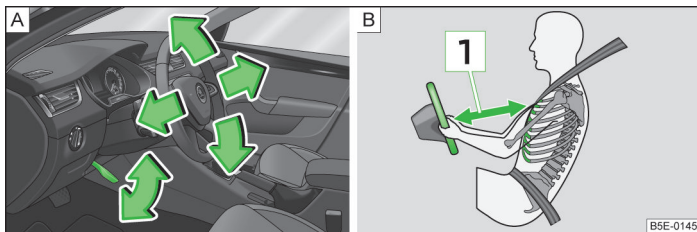

Fig. 89 Volan reglabil: Maneta de sub volan / distanța sigură față de volan
- Respectați o distanță de minim 25 cm 1 față de volan » fig. 89 la pagina 95 - B. Dacă nu se respectă această distanță, sistemul airbag nu își poate exercita eficiența maximă - Pericol!
- Rabatați în jos maneta de sub volan » fig. 89 - A.